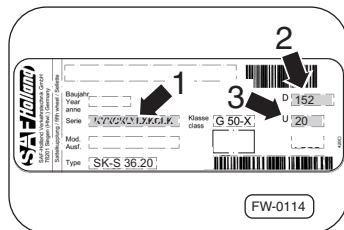

Рис. 1 · Фирменная табличка
- соблюдение предельных характеристик ⇒рис. 1 изделия;